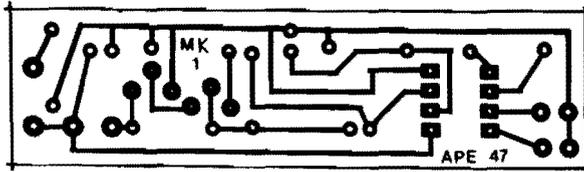

Fig. 2
- FIG. 2 - LAY OUT DO CIRCUITO IMPRESSO ESPECÍFICO (MK1) - Simples e... pequeno! Até uma tirinha de fenolite virgem, que esteja sobrando af pela sucata do Hobbysta, poderá ser aproveitada (são apenas 2 centímetros na largura!). A figura está em tamanho natural, e portanto pode ser copiada diretamente... Recomendamos todos os "tradicionais" cuidados e "macetes" na confecção, conferência e preparação final da plaquinha, que não deverá oferecer qualquer dificuldade ao Leitor, mesmo iniciante...